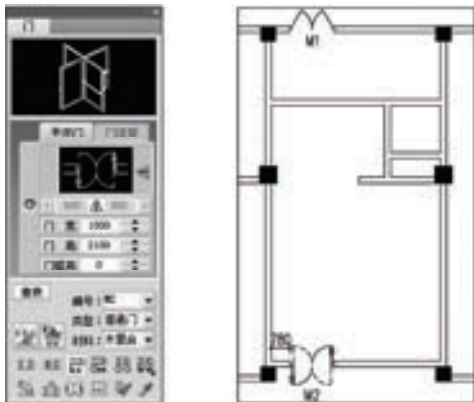

图 15-18 插入 M2 图形
8) 在“门”对话框中设置 M2 的参数，插入 M2 图形的结果如图 15-18 所示。